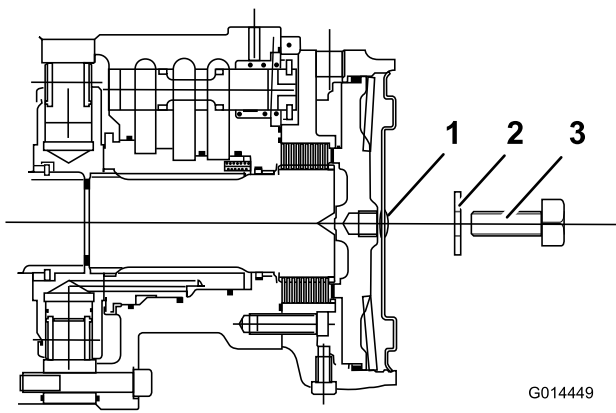

Figura 46
5. Apriete el tornillo de fijación en el taladro roscado del pistón del freno hasta que el freno quede liberado (Figura 46).
6. Identifique el freno de disco de la rueda delantera izquierda y repita el procedimiento anterior (Figura 46).